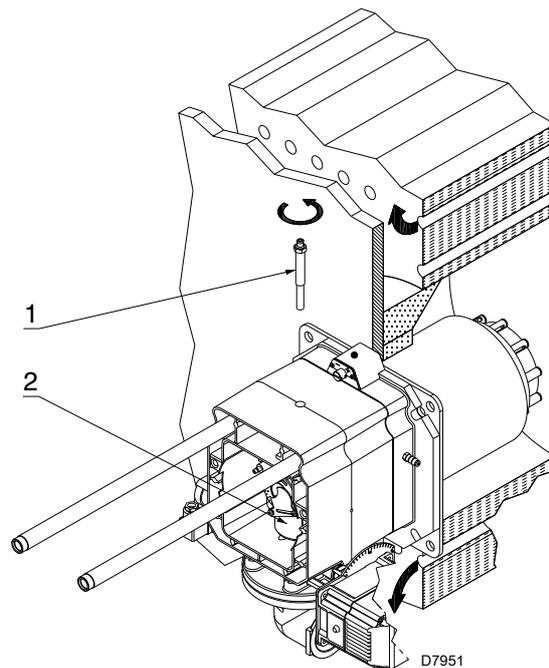

图 14
- ▶ 拆下螺丝 1)(图 14)
- ▶ 取出燃烧头的内部部件 2)(图 14)，进行调节。
在安装的这一步中，将燃烧头固定到锅炉上，如图 14 所示。